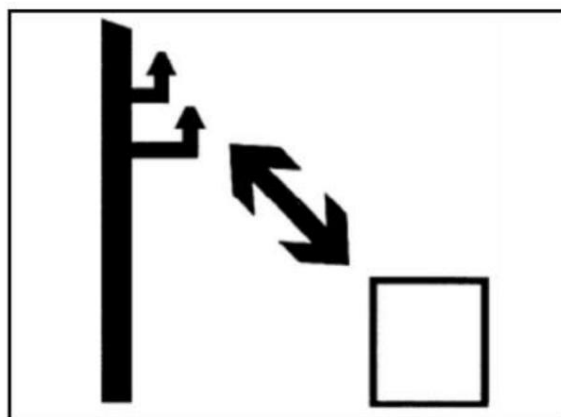

Fig 2.26
**OSTRZEŻENIE:** Przypadkowy kontakt z liniami wysokiego napięcia powoduje śmierć. W przypadku kontaktu z przewodami wysokiego napięcia NIE opuszczaj ciągnika, przesuń ciągnik i/lub lub ładowarką w taki sposób, aby wyeliminować kontakt i osiągnąć bezpieczną odległość (rys. 2.26).